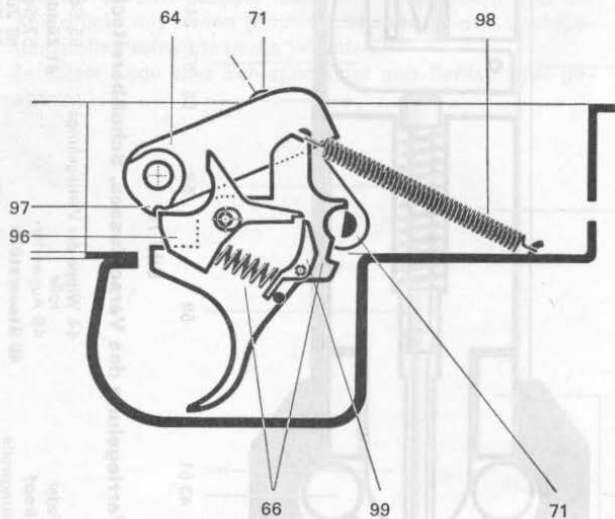

Bild 17
- 19 Die **Schußauslösung** geschieht folgendermaßen (Bild 17): Durch Druck auf den Abzug wird der Schlaghammer frei, der unter dem Druck der Schlagfeder auf den Schlaghebel und dieser wiederum auf den Zündstift schlägt. Der Zündstift seinerseits schlägt auf die Zündkapsel der Patrone und löst so den Schuß aus.